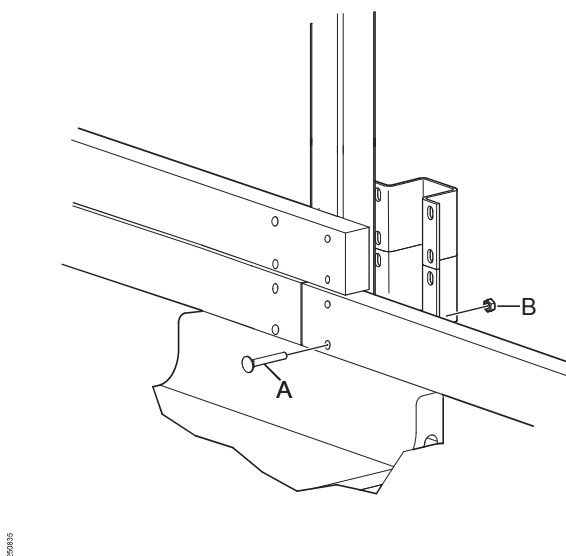

Fig. 18: Montere treplanke.
2. Installer bjelken under fôrfronten med bjelkefestene, ved behov. Se Fig. 18.